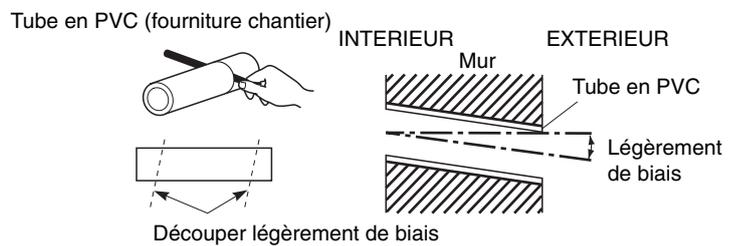

Fig. 3-77
- (9) Mesurez l'épaisseur du mur de l'intérieur vers l'extérieur. Découpez un fourreau en PVC et ajustez-le dans le mur. Insérez le tube en PVC dans le mur. (Fig. 3-77)